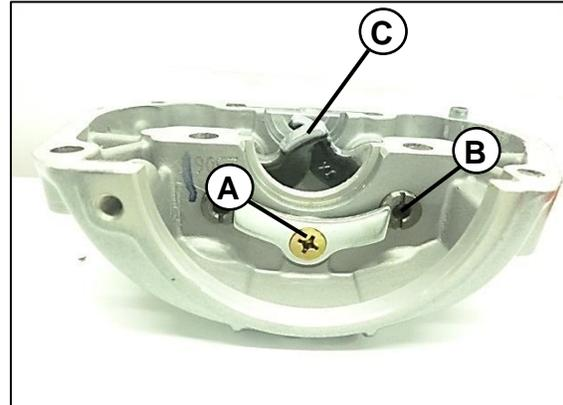
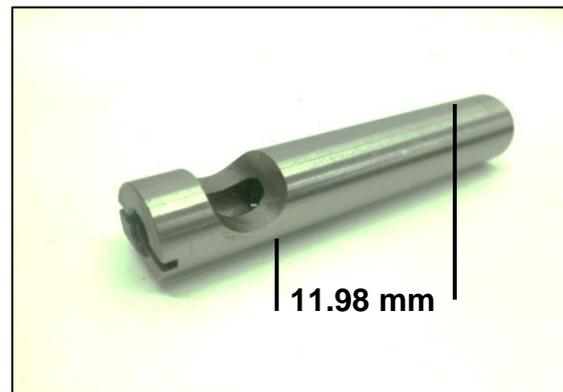

Fig. 12
Fig. 13
En la tapa válvulas podemos encontrar integrado todo el sistema de balancines se procede desensamblando con un destornillador de estrella (tipo impacto) tornillo (A) sujetador pinador de ejes de balancines **Fig. 12**
Ingresamos en el orificio de los ejes de balancines (B) **Fig. 12** la herramienta especializada extractor de balancín, se debe tener especial cuidado al ensamblar la posición original en la que se encontraban. **Fig. 13**
Verificamos el área de contacto de los balancines (C) **Fig. 12** con respecto al lóbulo del árbol de levas que no esté agrietada con escalas o desgastes desproporcionados.